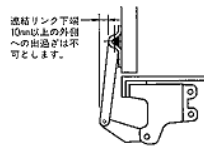

図12
- 連結リンク下端が外側に10mm以上出ていると(図12参照)アオリ戸全開位置付近で連結リンクとアオリ戸が干渉する場合があります。